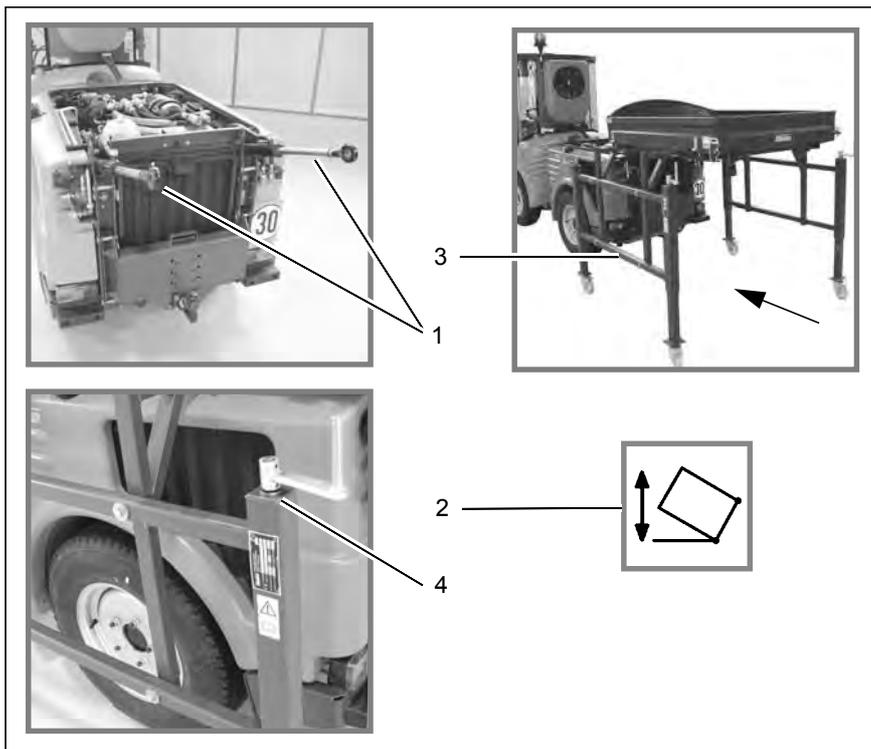

Fig. 39
1. Basculer les vérins de levage (Fig. 39/1) vers l'arrière et les sortir à l'aide du bouton (Fig. 39/2).
2. Poser les vérins (Fig. 39/2) avec précaution sur l'arrière du véhicule.
3. Pousser la plateforme de chargement avec support (Fig. 39/3) en dehors de l'appareil de base.
4. Abaisser régulièrement et parallèlement la plateforme avec les vilebrequins (Fig. 39/4).